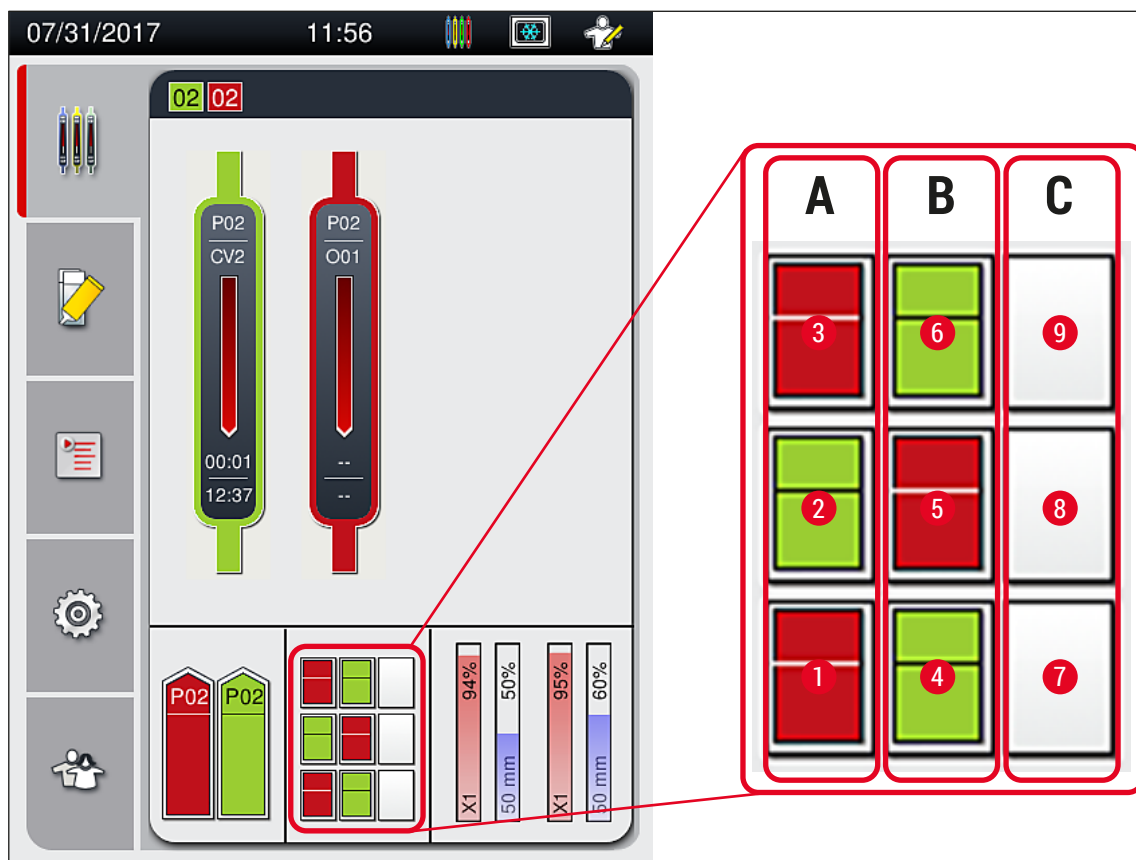

Fig. 75
- A gaveta de descarga comporta até 9 racks. Os racks são posicionados na gaveta de descarga na sequência exibida de A1 a C9 (→ Fig. 75).